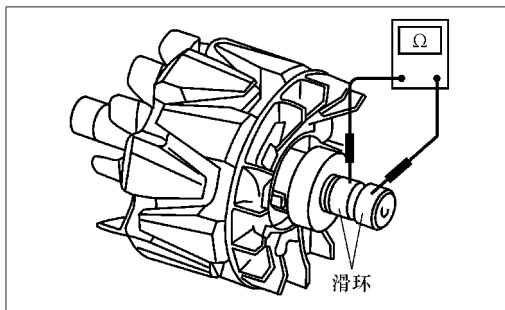

图 4-51 测试滑环电阻
1) 电阻测试: 如图 4-51 所示, 使用万用表欧姆档检测发电机滑环电阻, 如果不在规定范围内, 应更换转子。